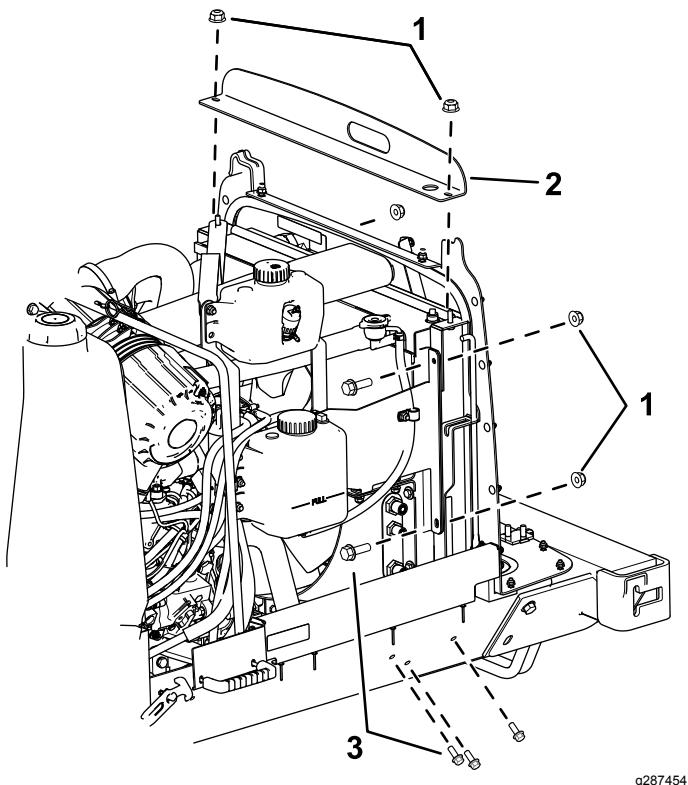

Bild 3
2. Entfernen Sie die Kühlerhalterung oben am Kühler (Bild 3).
3. Entfernen Sie die beiden Schrauben auf jeder Seite des Kühlers (Bild 3).
4. Entfernen Sie die drei Schrauben an der Unterseite auf jeder Seite des Kühlers (Bild 3).
7. Heben Sie den Kühler an, schieben Sie die neue Kühlerhalterung unter den Kühler und sichern Sie diesen mit den in Bild 3 entfernten Schrauben.